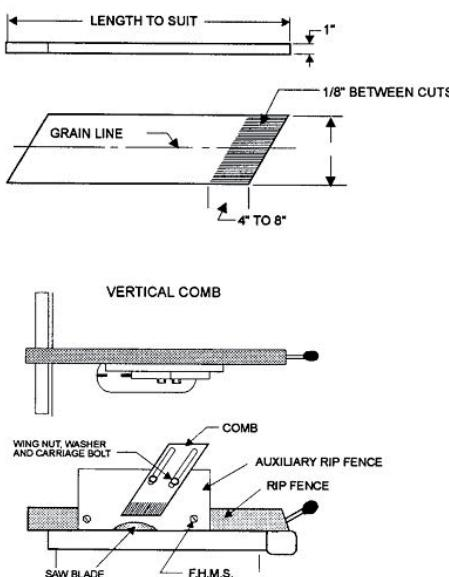

Рис. 37
- Клинова дошка (рис. 37) повинна бути зроблена з твердої прямошаруватої деревини приблизно товщиною 1" (25 мм) та ширину від 4" до 8" (100-200 мм) в залежності від розмірів верстата.